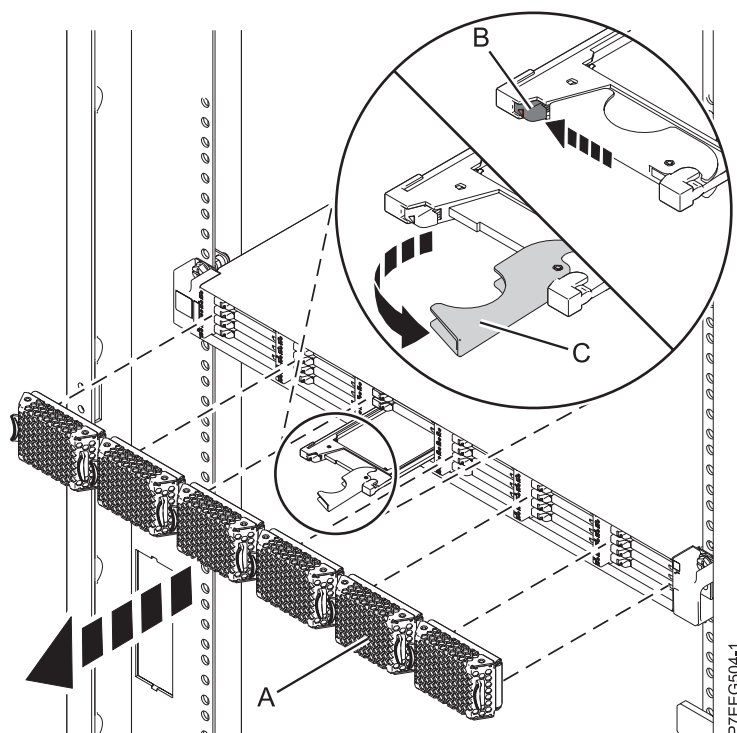

Figura 29. Extracción de la unidad de estado sólido de Alojamiento de almacenamiento PCIe de EDR1
4. Cuando el LED de identificación de la unidad de estado sólido se encienda de manera fija, deslice suavemente el pestillo de liberación (**B**) por encima para desbloquear el asa de la unidad. Consulte Figura 29.